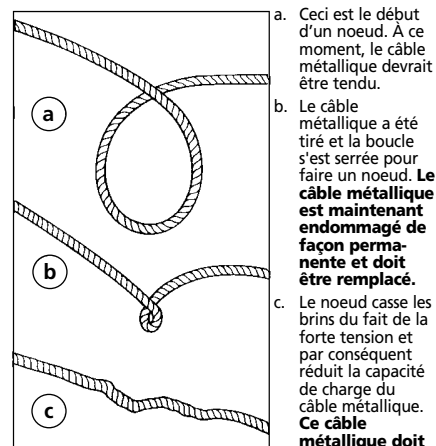

Figure 11
5. EMPÊCHEZ LES TORTILLEMENTS AVANT QU'ELLES NE SE FORMENT. (FIGURE 11).